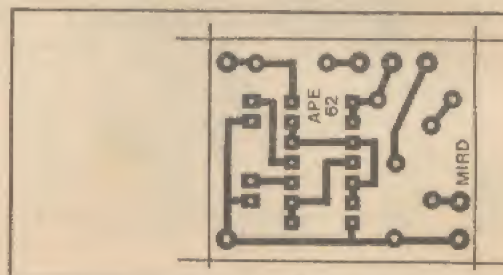

Fig.4
- FIG. 4 - CHAPEADO DA MONTAGEM - Lado não cobreado do impresso, com os principais componentes já devidamente assentados, identificados pelos seus códigos, valores, etc. Notar a posição do integrado, com sua extremidade marcada voltada para a borda da plaquinha onde situam-se as ilhas periféricas P-P-P... Cuidado para não inverter localizações de resistores, em função dos seus valores... Surgindo qualquer dúvida, consultar as INSTRUÇÕES GERAIS PARA AS MONTAGENS e/ou o TABELÃO APE, que trazem uma *reca* de informações, dicas, e subsídios práticos para a fase de realização do impresso, inserção e soldagem dos componentes, etc. Finalizando o presente passo, verificar pelo lado cobreado, se todas as soldinhas ficaram bonitas e certas, sem sobras, sem *faltas*... Podem, então, ser cortados os excessos dos terminais...